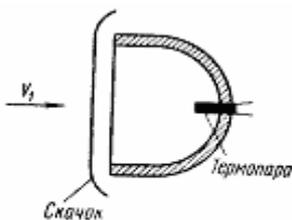

Рис. 10
55. Скорость воздуха, замеренная после прямого скачка $V_2 = 280 \frac{м}{сек}$. Термопара в кожухе (рис. 10) показала температуру $+77^\circ C$. Найти температуру воздуха в потоке до скачка.